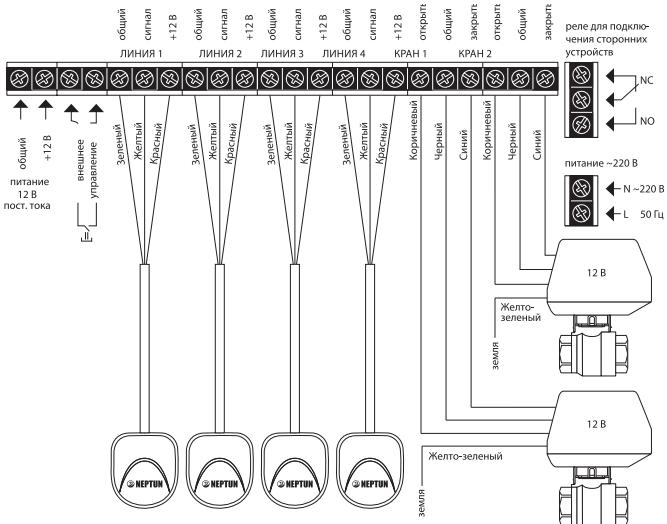
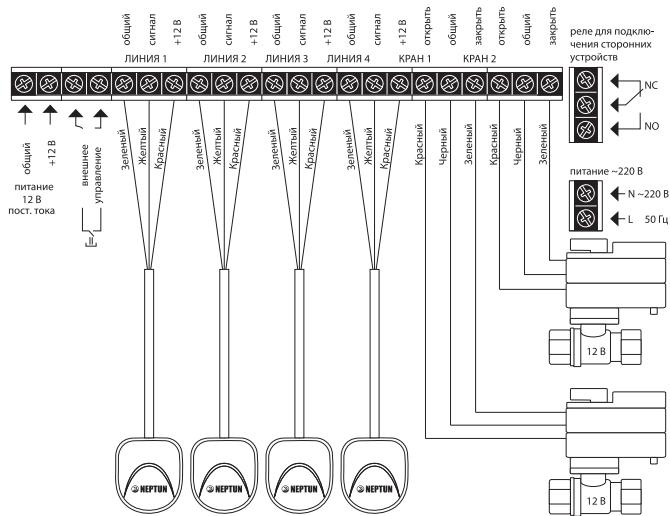

Рис. 11. Схема подключения датчиков и кранов с электроприводом DePala 12 В к модулю управления Neptun ProW
Рис. 10. Схема подключения датчиков и кранов с электроприводом
- К модулю управления Neptun ProW подвести фазу и ноль согласно схеме подключения (рис. 10 и 11), изображённую также на внутренней крышке прибора
- выполните соединение проводов в соответствии со схемой на рис. 10 или рис. 11, в зависимости от того, какие краны с электроприводом вы используете. При необходимости, для ввода проводов в коммутационный отсек удалите пластиковую заглушку, расположенную в нижней части корпуса прибора при помощи отвёртки;